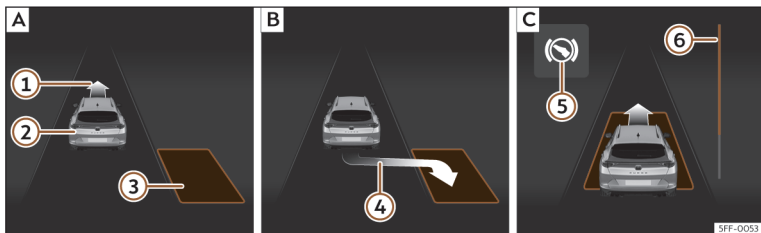
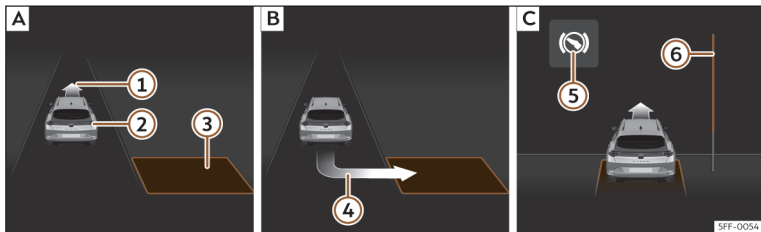

Fig. 151 En la pantalla del del cuadro de instrumentos: aparcar en línea. **A**: Buscar un hueco de aparcamiento. **B**: Posición para aparcar. **C**: Maniobrar.
Fig. 152 En la pantalla del del cuadro de instrumentos: aparcar en batería. **A**: Buscar un hueco de aparcamiento. **B**: Posición para aparcar. **C**: Maniobrar.
posición correcta para aparcar >>> **fig. 151** **B** o >>> **fig. 152** **B**. El hueco habrá sido considerado “apropiado” si en la pantalla del cuadro de instrumentos aparece la indicación de aparcar **④**.
- Retroceda hasta que suene la señal continua del ParkPilot; **O BIEN:** retroceda hasta que en la pantalla del cuadro de instrumentos aparezca la indicación de dar marcha adelante >>> **fig. 151**  >>> **fig. 152** ; **O BIEN:** retroceda hasta que en la pantalla del cuadro de instrumentos aparezca el mensaje **Park Assist finalizado**. La barra de progreso  indica la distancia que hay que recorrer.
asistido dirige el vehículo marcha adelante y marcha atrás hasta centrarlo en el hueco >>> **fig. 151**  >>> **fig. 152** .
La barra de progreso >>> **fig. 151**  y >>> **fig. 152**  muestra simbólicamente en la pantalla del cuadro de instrumentos la distancia relativa que aún queda por recorrer. Cuanto mayor es la distancia, más llena está la barra de progreso. Al circular marcha adelante, el contenido de la barra de progreso disminuye hacia arriba, y al circular marcha atrás, disminuye hacia abajo.